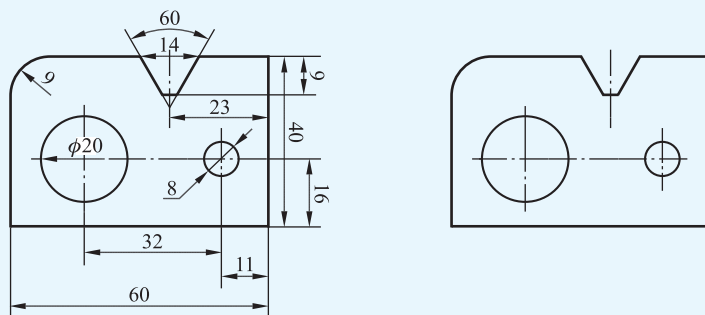

图 1-1-22 真题精选图 5
15. 【2018·甘肃】(绘图题)找出图 1-1-22 中尺寸注法的错误,并在右图中标注正确的尺寸。